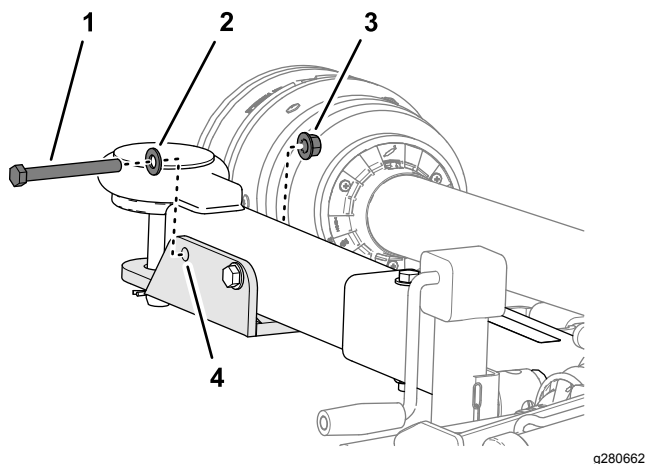

Bild 1
- Entfernen Sie die Sicherungsbundmutter ($\frac{1}{2}$ "), die Unterlegscheibe ($\frac{1}{2}$ ") und die Kopfschraube ($\frac{1}{2}$ " x $4\frac{1}{2}$ "), die den Gabelkopf am Kupplungsrohr befestigt, wie in **Bild 1** dargestellt.